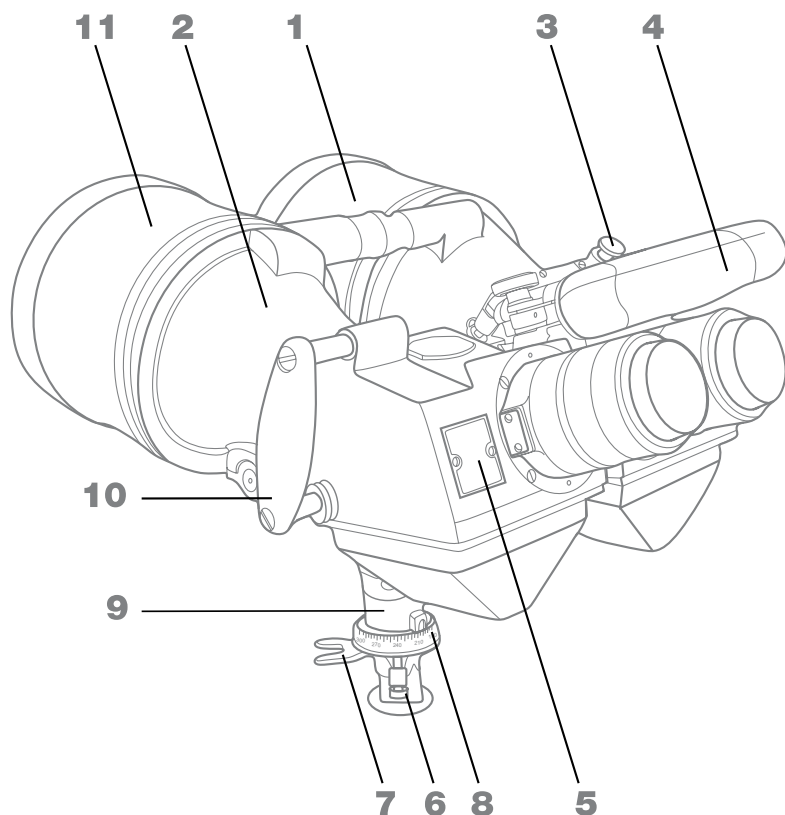
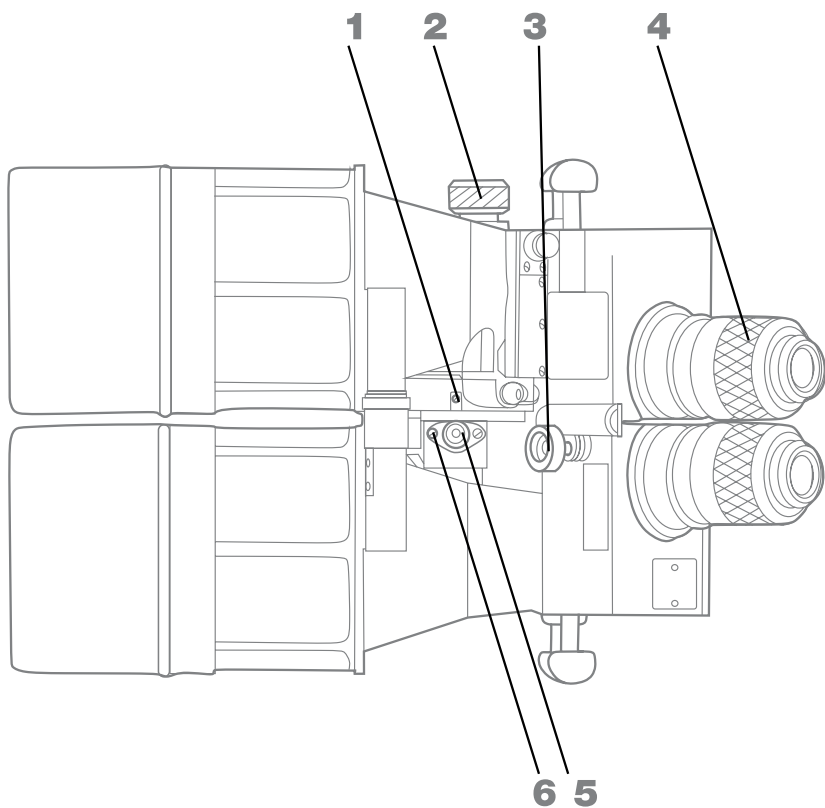
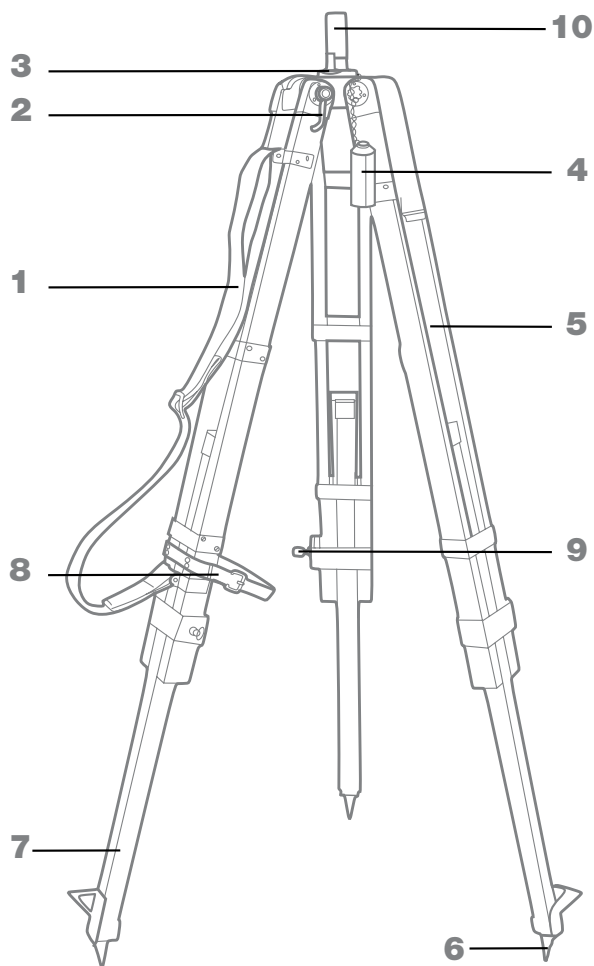

Рисунок 1
Рисунок 2
Рисунок 3
Запрещается наводить прибор на объект по вертикали с опущенной кнопкой 3 (рисунок 1).
Прибор состоит из двух зрительных труб, которые внизу соединены между собой и стойкой 9 (рисунок 1) механизмом базы глаз с маховичком 2 (рисунок 2).
Налобник 4 (рисунок 1) вставляется в кронштейн, закрепленный на корпусе 2, и крепится рукояткой 3 (рисунок 2). Налобник обеспечивает удобство в работе.
Бленды 11 (рисунок 1) надеваются на корпус 2 со стороны объективов, защищают их от засветки солнечными лучами и служат для уменьшения попадания в прибор рассеянного света.
Направление линии визирования в вертикальной плоскости определяется по шкале 6 (рисунок 2) с ценой деления 5° и индексу 1 при нулевом значении круглого уровня 5. Круглый уровень крепится на стойке 9 (рисунок 1) и служит для горизонтирования прибора.
Сменная тренога используется в качестве опоры под прибор при работе стоя. Основными ее частями являются головка 3 (рисунок 3), штырь 10 и три раздвижные ножки 5. Для предохранения от повреждений при транспортировке на штырь треноги надевается колпачок 4. Тренога переносится при помощи плечевого ремня 1 с пряжкой.
Ручки 10 (рисунок 1), закрепленные на корпусах 2, являются элементами управления прибором.
- расстегнуть ремень 8 (рисунок 3) с пряжкой, стягивающей ножки 5 треноги;
- установить прибор посадочным местом на штырь треноги и прочно закрепить его винтом 6 (рисунок 1);
- отгоризонтировать прибор по круглому уровню 5 (рисунок 2) при помощи ножек треноги;
- отвинтить гайки 9 (рисунок 3);
- установить пузырек уровня 5 (рисунок 2) в среднее положение, вдвигая или выдвигая ножки 7 (рисунок 3);
- установить окуляры на резкость изображения. Для этого освободить тормоз горизонтальной наводки. После чего поворотом прибора за ручки 10 (рисунок 1) при нажатой кнопке 3 навести прибор на какой-либо резко очерченный предмет, находящийся в зоне наблюдения. Отпустить кнопку 3. Поочередно для каждого глаза, вращая окуляр 4, добиться резкого изображения наблюдаемого предмета в окулярах обеих труб прибора (при этом можно попеременно закрывать глаза или затемнять входные окна прибора);
- установить окуляры по базе глаз наблюдателя. Для этого, вращая маховичок 2 (рисунок 2), при бинокулярном наблюдении в прибор добиться полной видимости поля зрения сетки (вид поля зрения на рисунке 4). Поле зрения прибора должно быть в виде одного целого круга;
- проверить правильность установки налобника. Зрачки глаз наблюдателя должны совпадать с выходными зрачками прибора, при этом поле зрения прибора должно наблюдаться без затемнения или срезания краев. Перемещение налобника по глубине производить при отвинченной рукоятке 3 (рисунок 2).
- навести прибор на объект наблюдения вращением за ручки 10 (рисунок 1) при нажатой кнопке 3, после чего отпустить
При наблюдении за предметами, расположенными на различных расстояниях от наблюдателя, резкость изображения достигается за счет вращения окуляров 4 (рисунок 2).
Запрещается наводить прибор на объект по вертикали с отпущенной кнопкой 3 (рисунок 1).
- свести окуляры до минимального межзрачкового расстояния маховичком 2 (рисунок 2);
- надеть колпачок 4 (рисунок 3) на штырь треноги, собрать треногу при освобожденных педалях 2 и гайках 9, закрепить их, стянуть выдвижные ножки 5 ремнем 8, перенести треногу, используя плечевой ремень 1.